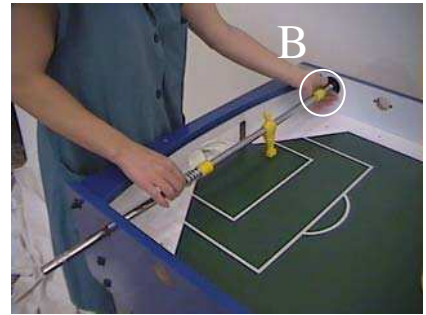

Fig. 6
Indsæt stængerne ved at isætte enden med håndtag først (A) igennem hullerne i kabinettet (fig. 5). Isæt herefter ende-stoppet (B) i det modsatte hul (fig. 6).
Insert the rods by passing the ridged (handle) ends (A) through the holes in the cabinet (fig.5). Insert each end stop bush (B) into its housing (fig.6).